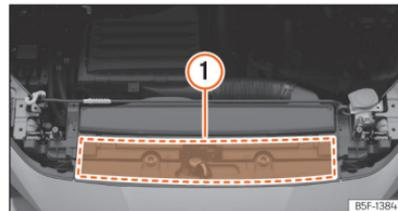

Abb. 227 Im Motorraum: Position des Aufklebers mit Motoröl-Spezifikationen
»» [Abb. 227] ① Bei Verwendung des empfohlenen Motoröls kann das Motoröl so oft wie erforderlich nachgefüllt werden.